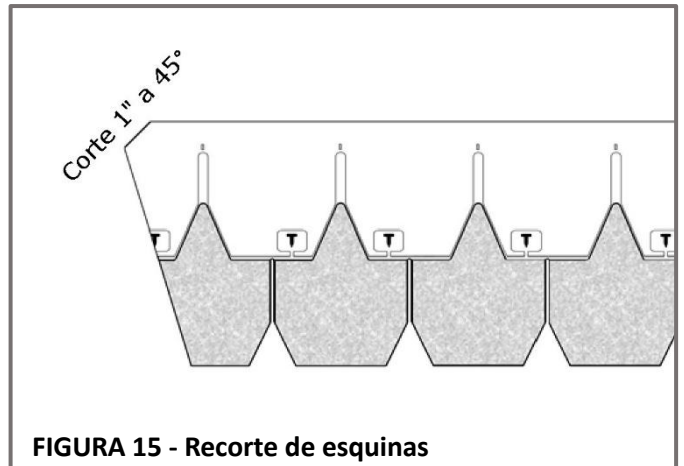

FIGURA 15 - Recorte de esquinas
- TEJAS** - Haga un corte en ángulo de 45° de **1" (25mm)** en la parte superior de la teja en la limahoya. Vea la **Figura 15**.